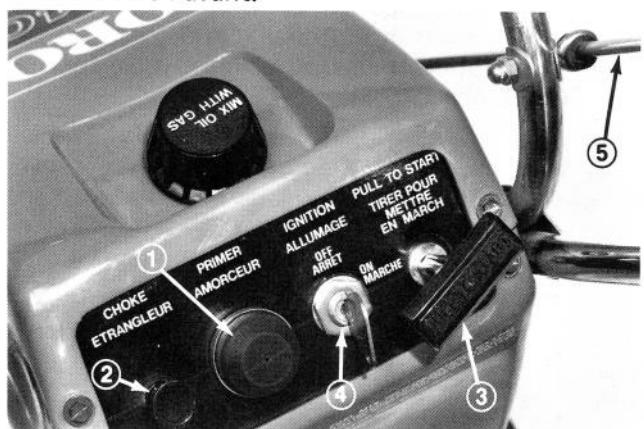

Figure 4
1. Amorceur (Figure 4) — Poussez le bouton d'amorçage pour injecter une petite quantité d'essence dans le carburateur pour faciliter le démarrage du moteur par temps froid. N'UTILISEZ PAS L'AMORCEUR LORSQUE LE MOTEUR EST CHAUD.
2. Etrangleur (Figure 4) — Tirez la commande de l'étrangleur pour mettre le moteur en marche. Comme il étrangle le passage de l'air dans le carburateur, le moteur reçoit un mélange riche qui facilite le démarrage.
3. Contact d'allumage (Figure 4) — Le contact d'allumage à clé a deux positions: MARCHE et ARRÊT. Tournez la clé à la position MARCHE pour mettre le contact; vous pouvez ensuite démarrer en tirant la poignée du démarreur à rappel.
4. Démarreur à rappel (Figure 4) — Tirez la poignée du démarreur à rappel ou rebobinage pour mettre le moteur en marche.
5. Commande de direction des ailettes (Fig. 4) — Tournez la commande de direction des ailettes pour diriger le jet de neige d'un côté ou de l'autre ou droit vers l'avant.